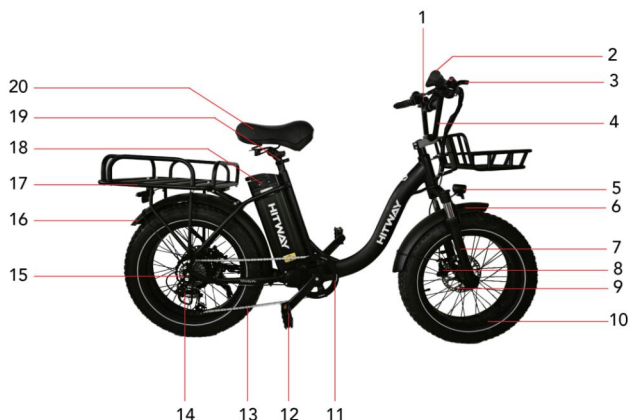

Figura 1 (schema generale del veicolo)
1. Inserire la chiave nella serratura indicata in Figura 1 e ruotarla da "OFF" a "ON".